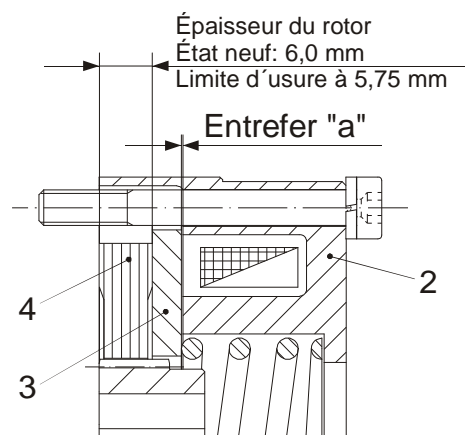

Fig. 3
Le rotor (4) doit être démonté à des intervalles de temps réguliers (voir § Maintenance) pour en mesurer l'épaisseur. A partir d'une épaisseur de 5,75 mm, il faut remplacer le rotor (4). L'épaisseur du rotor à l'état neuf est de 6,0 mm, fig. 3.